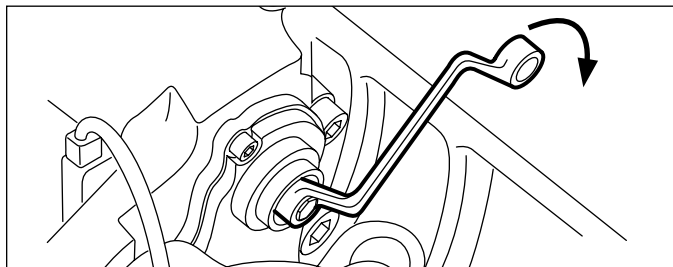

FIGURE 21 - APPLIQUER MODÉRÉMENT LES FREINS : LA CLÉ SE DÉPLACE DANS LE SENS HORAIRE AU FUR ET À MESURE QUE LE JEU FONCTIONNEL DIMINUE
4.2.3 Lorsque le mécanisme du régleur peut reculer normalement, placer la clé fermée sur l'adaptateur de cisaillement pour qu'il puisse tourner dans le sens horaire sans entrer en contact avec des pièces du véhicule (Cf. Figure 21). Appliquer doucement les freins de cinq à dix reprises [à environ 2 bars/30 lb/po²] et observer le déplacement dans le sens horaire et par petits incréments de la clé fermée ou de la clé à douille.